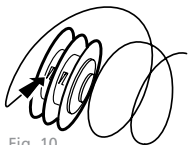

Fig. 10
3. Enganche el nylon en el carrete (flecha en la Fig. 10) y enróllelo cuidadosamente.